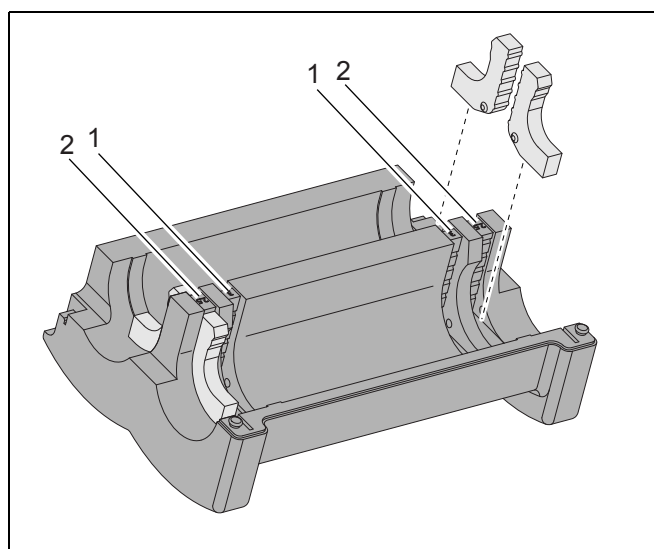

Fig. 11 Isolation thermique interne
- monter les inserts d'adaptateur dans les évidements externes (→ fig. 11, [2]).
- monter les inserts dans les rainures internes (→ fig. 11, [1]).